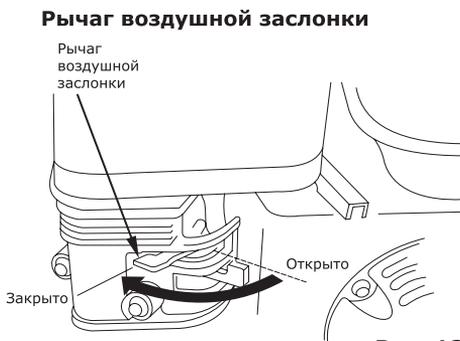

Рис. 12
- Поставьте рычаг привода воздушной заслонки (рис. 12) в следующее положение: